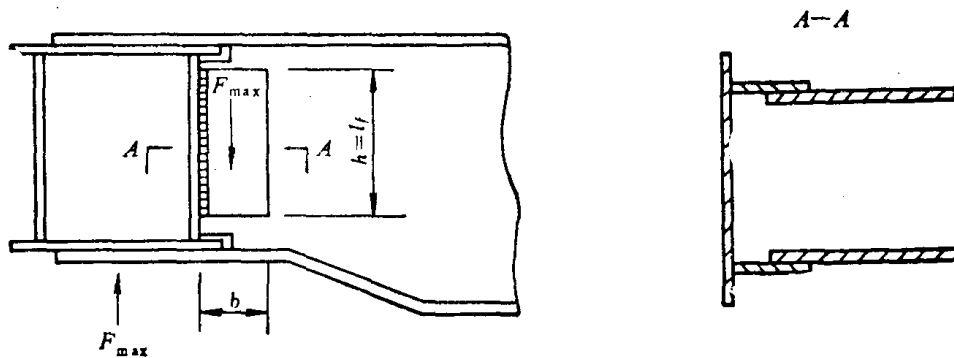

图 5-1
**例5-2** 计算桥架箱型主、端梁的焊接连接。考虑到力的偏心作用,梁传递的最大支承力  $F_R = 1.2F_{\max}$ , 主梁的变化支反力  $F_{\max} = 2.375 \times 10^5 \text{ N}$ ,  $F_{\min} = 8.75 \times 10^4 \text{ N}$ , 工作级别 A8, 材料为 16Mn, 焊条 E4301, 许用应力  $[\sigma] = 260 \text{ MPa}$ ,  $[\tau] = 150 \text{ MPa}$ ,  $[\tau_k] = 0.8 \times [\sigma] / \sqrt{2}$ , 连接构造如图 5-1 所示, 试决定连接板的尺寸与焊缝尺寸。